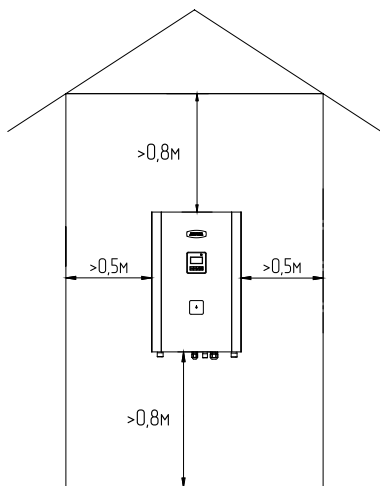

Рис.4 Схема установки котла.
6.2. При монтаже котла необходимо выдерживать минимальные расстояния до стен, пола и потолка, указанных на Рис.4. Расстояние необходимо соблюдать для удобства эксплуатации и сервисного обслуживания.